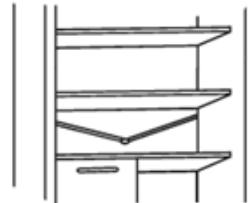

Fig.19
- Håll avloppsslangen (bild 19) i kylskåpsfacket ren så att den inte fylls med vatten.